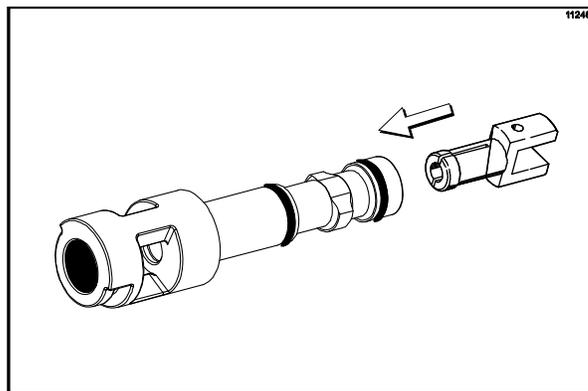

图 119
9. 将分开端按压到一起，将混合搅拌器插入出料阀的金属开口，直到插好到其位置上。（见图 119。）